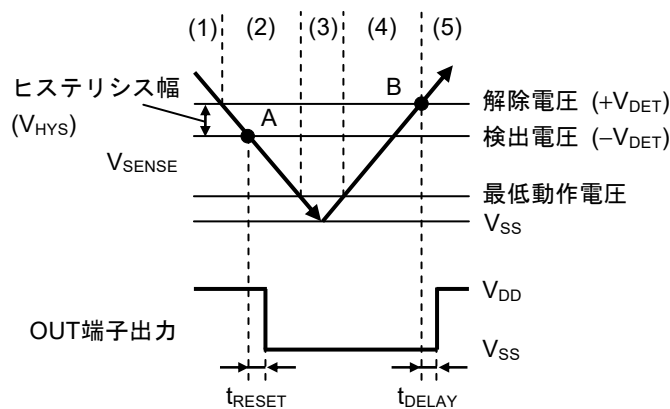
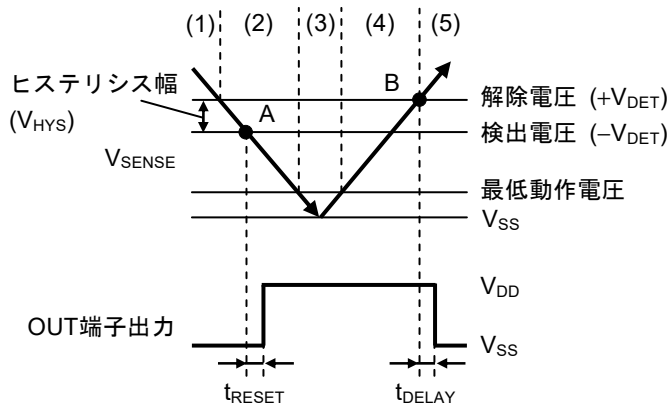

図34 S-19110シリーズEタイプのタイミングチャート
図36 S-19110シリーズFタイプのタイミングチャート
ヒステリシス幅とは、検出電圧と解除電圧との電圧差 (図26、図28、図34、図36におけるB点の電圧 - A点の電圧 = V_{HYS}) を表しています。検出電圧と解除電圧との間にヒステリシス幅をもたせることにより、入力電圧にノイズ等が乗るときに生じる誤動作を防止できます。
V_{SENSE}が-V_{DET} (図34のA点) 以下になると出力段のNchトランジスタはオンになり、検出遅延時間 (t_{RESET}) が経過した後、OUT端子からV_{SS}が出力 ("L" が出力) されます。
- (3) V_{SENSE}がさらに低下し、ICの最低動作電圧以下になっても、V_{DD}が最低動作電圧以上であれば、OUT端子出力は不定になりません。
- (4) V_{SENSE}が-V_{DET}を越えても+V_{DET}未満の場合、V_{SS}が出力されます。
- (5) さらにV_{SENSE}を上昇させ+V_{DET} (図34のB点) 以上になるとNchトランジスタはオフになり、出力がプルアップされている場合、解除遅延時間 (t_{DELAY}) が経過した後、OUT端子からV_{DD}が出力されます。
V_{SENSE}が-V_{DET} (図36のA点) 以下になると出力段のNchトランジスタはオフになり、出力がプルアップされている場合、検出遅延時間 (t_{RESET}) が経過した後、OUT端子からV_{DD}が出力 ("H" が出力) されます。
- (4) V_{SENSE}が-V_{DET}を越えても+V_{DET}未満の場合、V_{DD}が出力されます。
- (5) さらにV_{SENSE}を上昇させ+V_{DET} (図36のB点) 以上になるとNchトランジスタはオンになり、解除遅延時間 (t_{DELAY}) が経過した後、OUT端子からV_{SS}が出力されます。